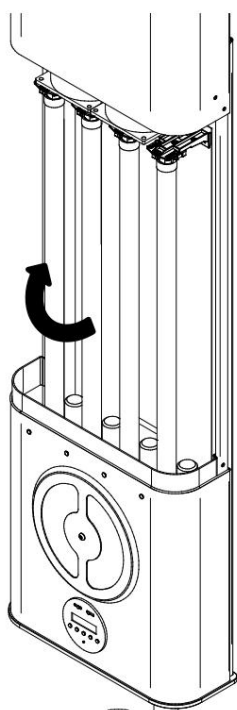

Abb.12
5. Jetzt kann man die Lampen austauschen; um fortzufahren die Lampe vorsichtig ergreifen und um 90°, drehen, bis man einen "Doppel-KLICK" wahrnimmt; an dieser Stelle kann man die Lampe abziehen. Den Vorgang für alle 4 Lampen wiederholen. (Abb. 12)